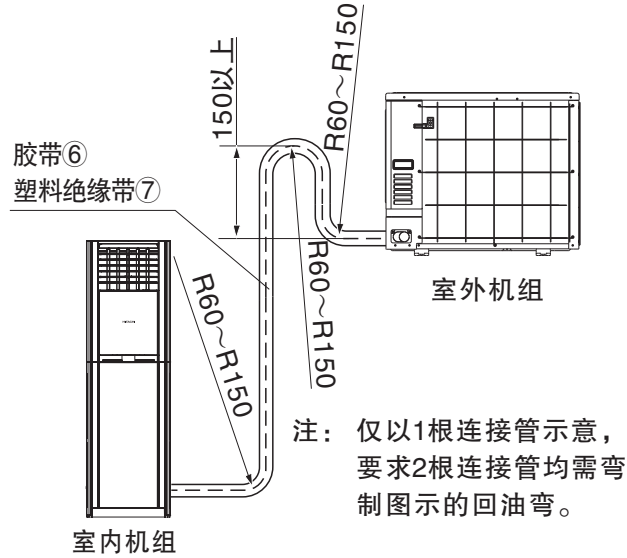

图8
- 注: (1) KFR-72LW/BpR所配连接管 ②、③ 长度为5米,KFR-53LW/BpN 所配连接管 ②、③ 长度为4米。允许连接管最大长度为15米, 延长配管不需要追加制冷剂, 每增加连接管长度1米, 机组的能力将有所下降。
- (2) 安装时如必须加长连接管, 请按表 (1)要求连接。
- (3) 室内、外机高度差必须小于5米。
- (4) 当室外机比室内机高时, 必须将铜管弯制“回油弯”如图8。